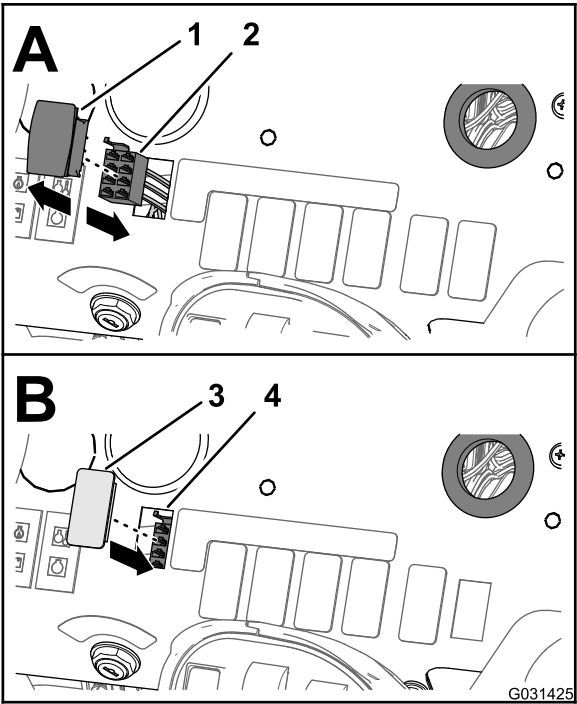

Figura 60
- Desde debajo del salpicadero de la máquina, apriete las pestañas de bloqueo del interruptor de control de caudal, y saque el interruptor de control de caudal del salpicadero (Figura 60).
- Desconecte el conector hembra de 8 vías del arnés delantero de la máquina (etiquetado RATE SWITCH (interruptor de caudal) del conector de 8 pines del interruptor (Figura 60).
- Alinee el tapón del interruptor con el orificio del salpicadero de donde retiró el interruptor de caudal (Figura 60).
- Inserte el tapón del interruptor en el salpicadero hasta que el tapón encaje firmemente en el panel (Figura 60).